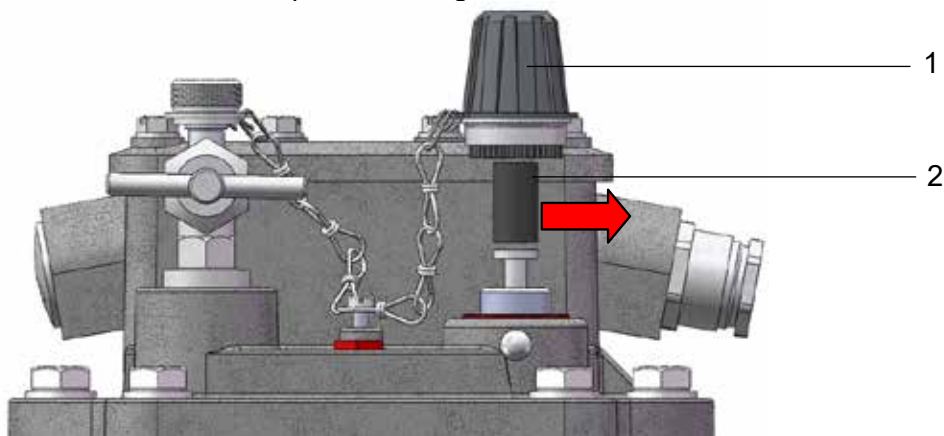

Bild 3 - Transportsicherung entfernen
- Große Hutmutter (Bild 3/ Nr. 1) abschrauben
- Transportsicherung (Bild 3/ Nr. 2) aus großer Hutmutter herausnehmen